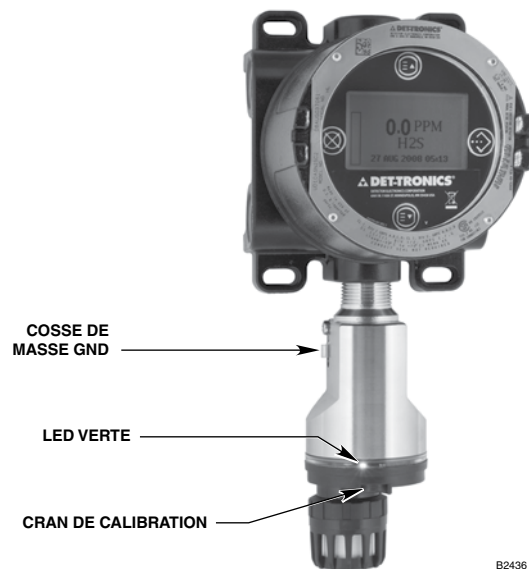

Figure 5—Orientation Correcte de Montage pour le GT3000
Le détecteur de gaz doit être monté en position verticale uniquement, avec le capteur pointant vers le bas (Voir Figure 5).
2. Avec le détecteur dans la position souhaitée (LEDs visibles comme représenté dans la Figure 5), serrer l'écrou de blocage pour maintenir le détecteur en place.